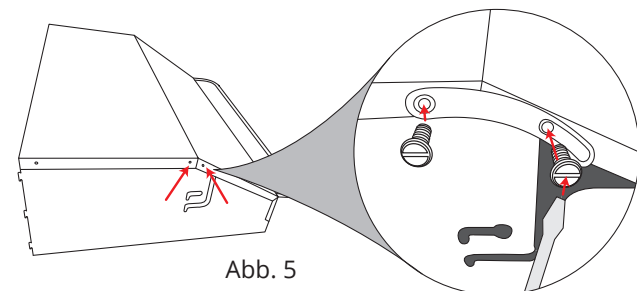

Abb. 5
- Montieren Sie den Anschlag „A“ links und rechts mit den Bundschrauben wie in Abb. 5 dargestellt.